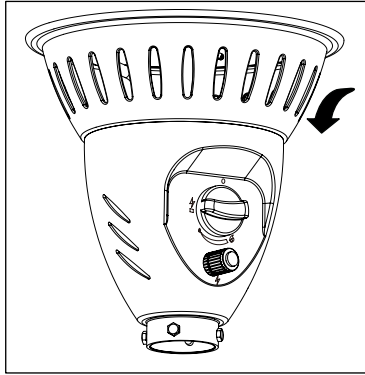

Figura 3
- Presione la perilla de control y gire a la izquierda para "PILOTO" (⚡) (Figura 3).